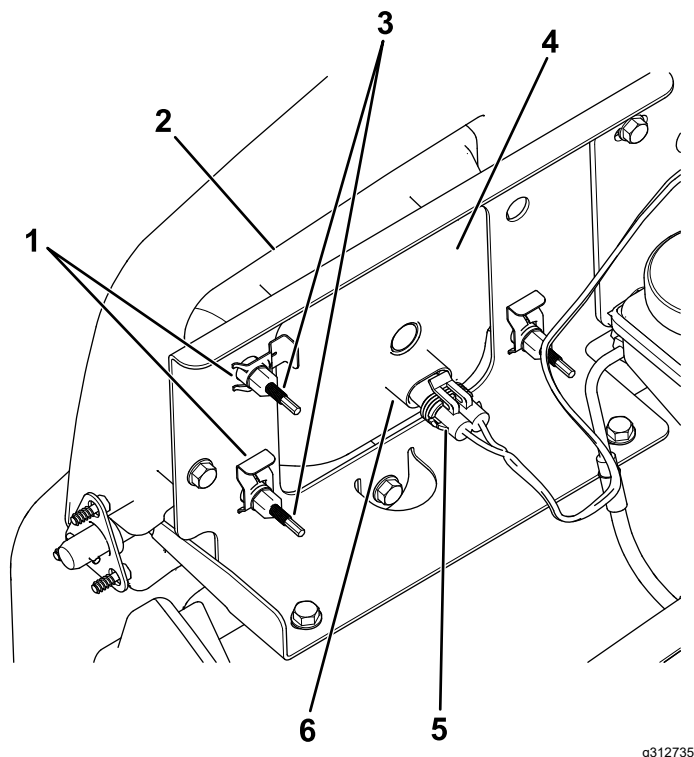

Figura 48
3. Deconectați conectorul electric al cablajului de la conectorul ansamblului de lămpi (Figura 48).
4. Îndepărtați clemele care fixează farul în consola acestuia (Figura 48).
5. Scoateți ansamblul farului deplasându-l în față prin deschiderea din bara de protecție față (Figura 48).
6. Instalați farul nou prin deschiderea din bara de protecție (Figura 48).
8. Conectați conectorul electric al cablajului la conectorul ansamblului lămpi (Figura 48).
5. În partea din spate a ansamblului farului, rotiți uruburile de reglare (Figura 48) pentru a pivota ansamblul farului și pentru a alinia poziția fasciculului.